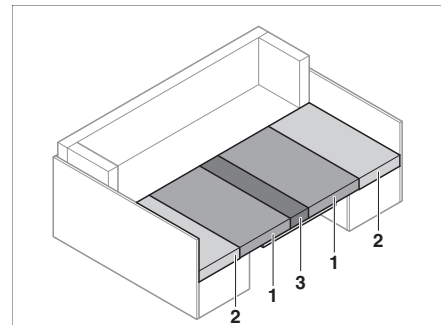

Fig. 78 Après la transformation
- Tirer les coussins d'assise (Fig. 78,1) vers le centre.
- Placer les coussins de dossier (Fig. 78,2) entre les coussins d'assise (Fig. 78,1) et la paroi extérieure.
- Placer le coussin supplémentaire (Fig. 78,3) entre les coussins d'assise (Fig. 78,1) sur la table.